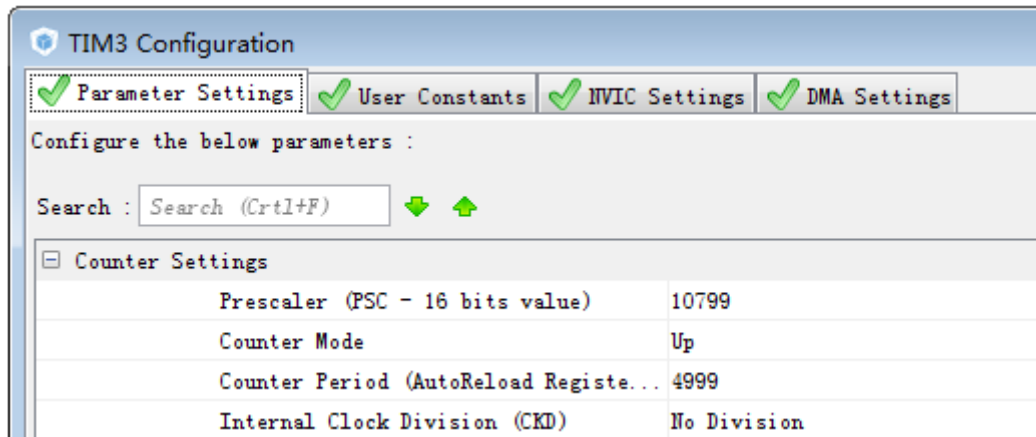

图 12.5.2 TIM3 参数设置界面
- ② 进入 Configuration 选项卡会发现，在 Control 栏下多出了 TIM3 按钮。点击 TIM3 按钮进入 TIM3 配置页，在弹出的界面中点击 Parameter Settings 选项卡，Counter Settings 配置栏下面的四个选项就是用来配置定时器的预分频系数，自动装载值，计数模式以及时钟分频因子。操作方法和配置值如下图 12.5.2 所示：